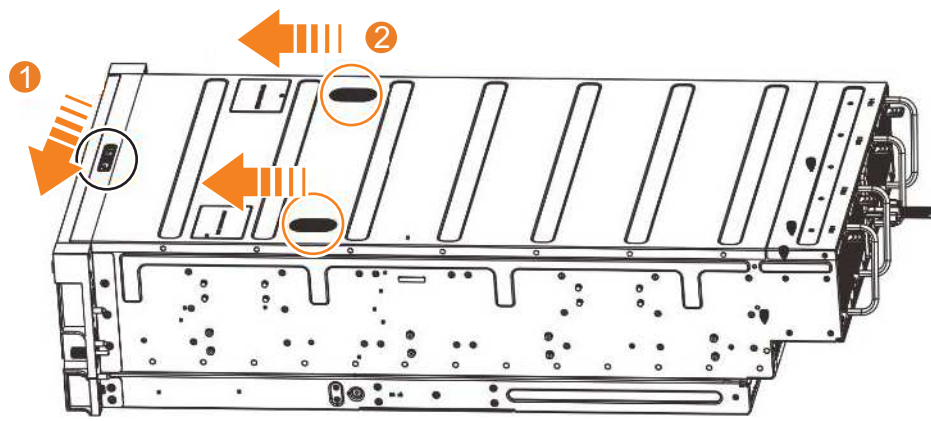

Рисунок 52. Освобождение крышки 2145-92F
2. Сдвиньте запирающую защелку ( **1** ) в направлении, показанном на рис. 52.
3. Сдвиньте крышку к передней стороне корпуса расширения ( **2** на рис. 52).